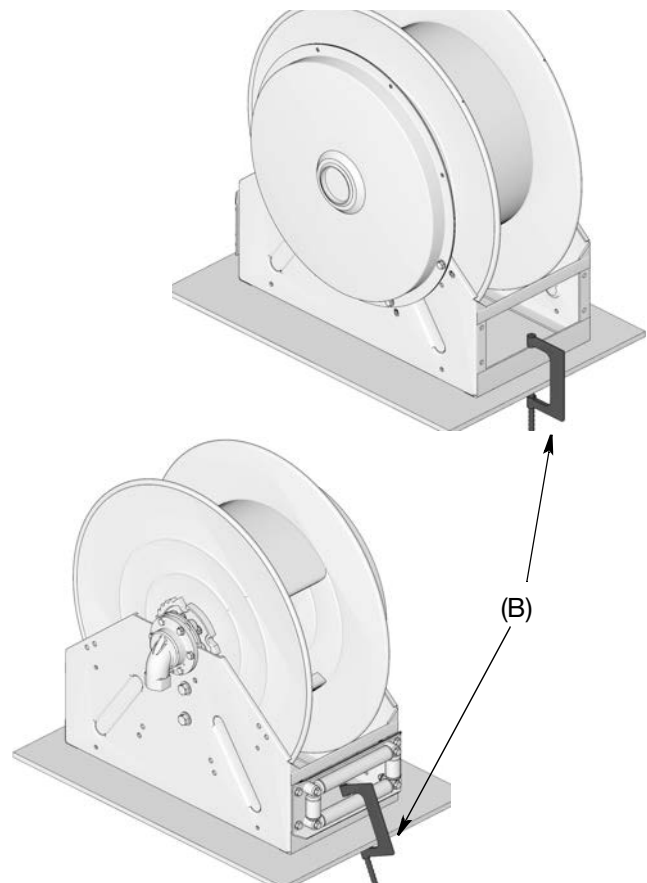

ABB. 5
1. Wird die Schlauchaufroller nicht ortsgebunden installiert, diese mithilfe von 2 großen Schraubzwingen (B) (eine vorn und eine hinten) an einer ebenen Oberfläche sichern (ABB. 5). Graco empfiehlt, einen Lappen über die untere Rolle und das hintere Gestell zu legen, um diese Oberflächen vor Schäden beim Anziehen der Schraubzwingen zu schützen.